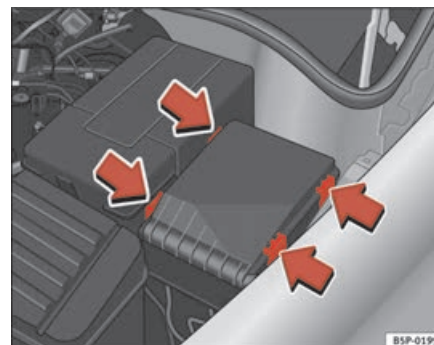

Fig. 185 Tampa da caixa de fusíveis no compartimento do motor
- Desengatar a tampa dos fusíveis do compartimento do motor pelas patilhas, premindo-as na direcção do centro da tampa ⇒ fig. 185.